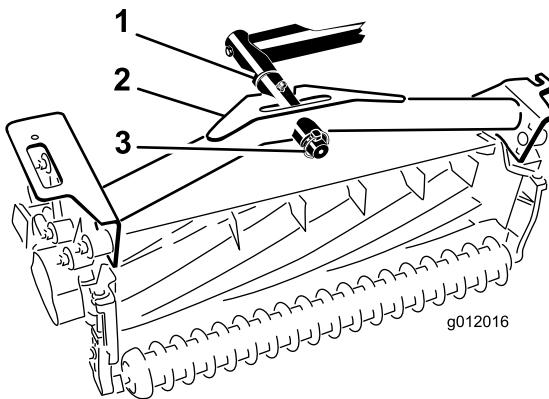

Figure 20
2. Poussez le bâti porteur du plateau de coupe sur la tige de pivot et fixez-le avec une goupille à anneau (Figure 20).